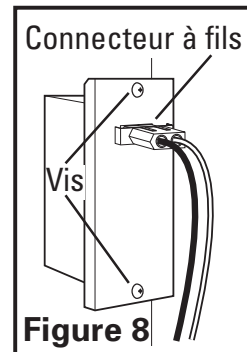
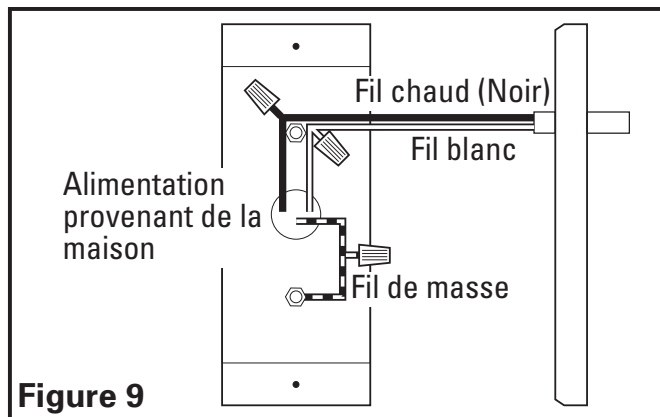

Figure 8
Figure 9
1. Enlever les deux vis du couvercle du compartiment de câblage pour obtenir l'accès au compartiment de câblage (Figure 8). Raccorder le fil blanc de la hotte au fil blanc de l'alimentation, et le fil noir de la hotte au fil noir de l'alimentation. Raccorder le fil de mise à la terre de la maison (fil nu ou vert) au fil de mise à la terre (vert) de la hotte. Utiliser des méthodes approuvées pour toutes les connexions (Figure 9).
2. Replacer le couvercle du compartiment de câblage et serrer les vis. Assurez-vous que tout le câblage est fermement contenu dans le compartiment à câblage. Si le connecteur rapide de fils a été enlevé du réceptacle, le remplacer. Le connecteur ne s'ajustera que d'une seule façon dans le réceptacle (Figure 8).